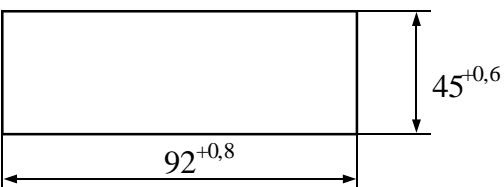

Рис. 5. Измерительный прибор
- тензорезистивный датчик смонтирован на нержавеющей трубе 10×2, которая опускается в емкость, а другой конец трубы через фланец соединен с первичным преобразователем (рис. 5).